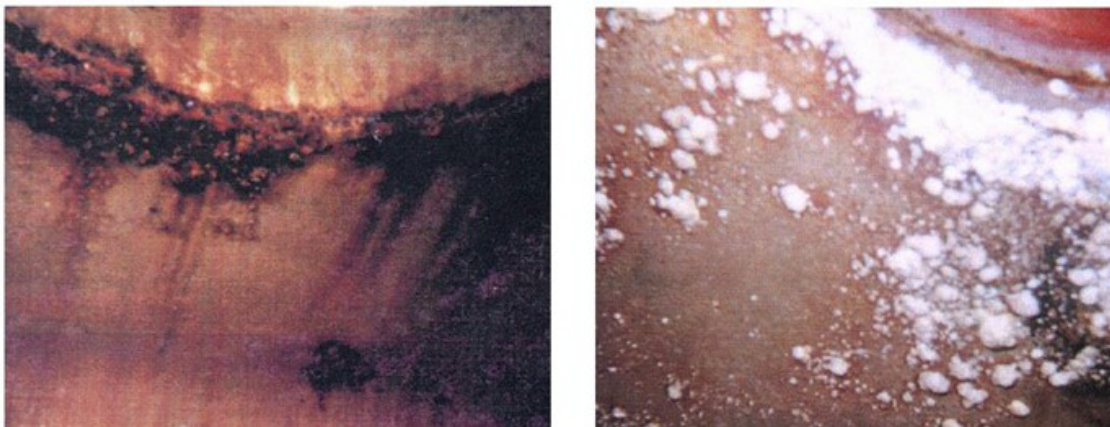

Bild 1: Korrosionspusteln aus Eisenoxiden (links) und Calciumkarbonat-Ablagerungen (rechts)
Diese pH-Abhängigkeit kann man verdeutlichen an einer Darstellung der Konzentrations-anteile der verschiedenen „Kohlensäureformen“ (siehe Bild 1). Damit liegt bei pH-Werten unter 5 praktisch nur Kohlendioxid vor, bei einem pH-Wert um die 8 sind fast nur Hydrogencarbonat-Ionen vorhanden und über einem pH von 12 findet man ausschließlich Karbonat-Ionen.
Zur bildlichen Verdeutlichung des Einflusses des pH-Wert auf die Kalkabscheidung wird eine Alkalisierung (pH-Wert wird alkalisch, $\text{pH} > 7$) im Kathodenraumes gezeigt (Bild 1). Dies führt in calciumhydrogencarbonathaltigen Wässern zu einer Verschiebung des Kalk – Kohlensäure – Gleichgewichts nach
Dabei zeigt sich, dass die Karbonate von Zink und Eisen weiß und von Kupfer grün gefärbt sind. Sehr schöne Ablagerungen von weißlichem Calciumkarbonat durch die Wandalkalinität nach Gleichung (2) zeigt das rechte Bild von Bild 1, und im Vergleich dazu die braunen Eisenoxide als Korrosionsprodukte auf der linken Seite.